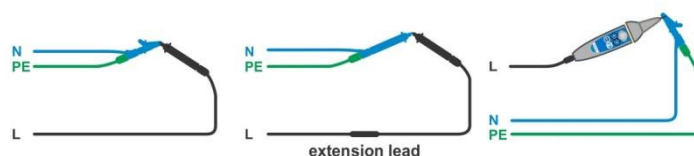

Abbildung 7.24: Kurzgeschlossene Prüflleitungen
- › Schließen Sie das Prüfkabel am Messgerät an und schließen Sie die Prüfleitungen miteinander kurz, siehe **Abbildung 7.24**.